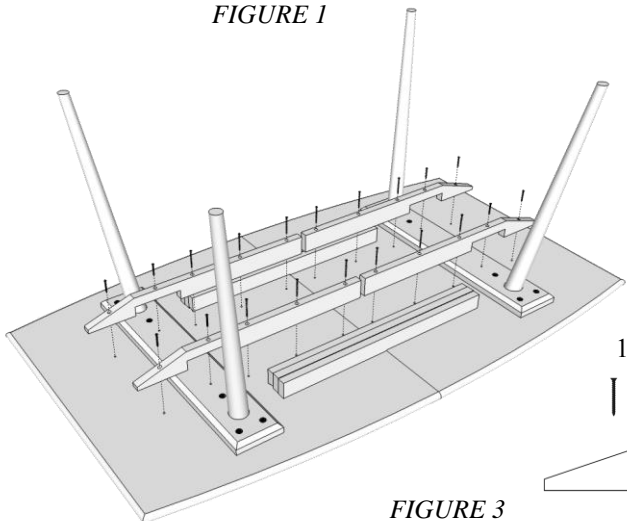

FIGURE 3
- 4) ALIGN THE SCREW HOLES IN THE INNER SKIRTS WITH THE PILOT HOLES IN THE TABLE TOP. USE THE **8 - 1 5/8"** AND THE **12 - 2 1/2"** SCREWS TO ATTACH THE SKIRTS (SEE *FIGURE 3*).